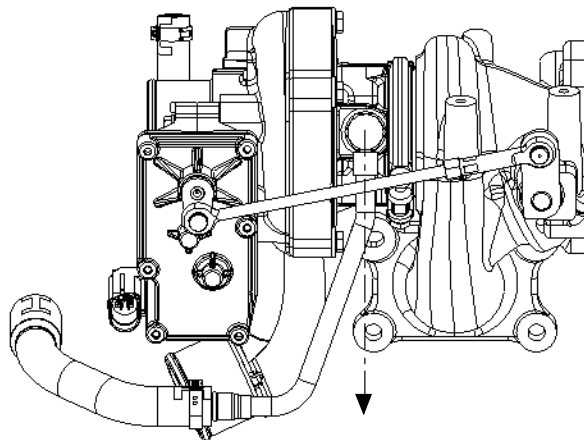

图 F-5 增压器进水管总成总成分装方向
c、使用辅具限位，按技术参数表要求拧紧空心螺栓⑪，要求：拧紧后进水管总成-增压器⑩方向如图 F-5 所示：按图所示方向观察时，进水管总成-增压器⑩球头下第一段钢管为竖直状态，倾斜不超过 3°。